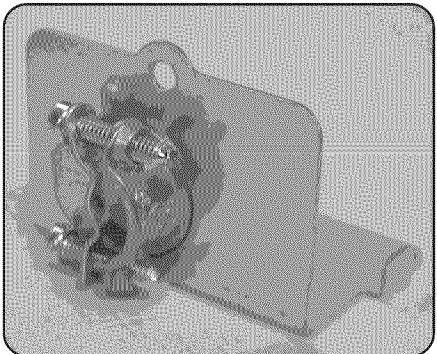

Figure 26/Illus. 26
- 1) Retrieve the strain relief plate, and install a strain relief (not supplied) into the opening on the strain relief plate. NOTE: Orient the strain relief as shown in Figure 26.
REMARQUE : Orienter le réducteur de tension comme à la figure 26.
NOTA: Acomode el alivio de presión tal como indica en la Ilustración 26.